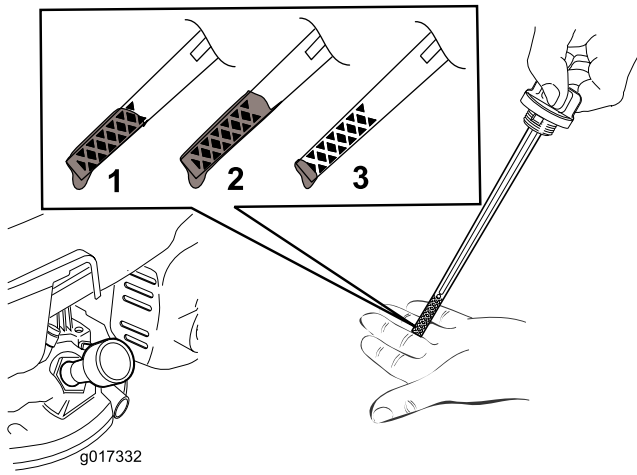

Figure 21
**Remarque:** Versez de l'huile dans le carter moteur jusqu'à ce que la jauge indique le niveau correct, comme montré à la Figure 21. Si vous remplissez excessivement le carter moteur, vidangez l'excédent d'huile comme expliqué sous 5.